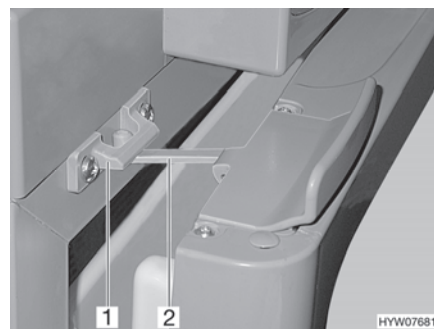

Fig. 188 Porta del frigorifero in posizione di ricircolo d'aria (Thetford)
- Aprire il bloccaggio (Fig. 188,2) e innestarlo nella sede di bloccaggio (Fig. 188,1). In questo modo la porta del frigorifero rimane ferma in posizione socchiusa.